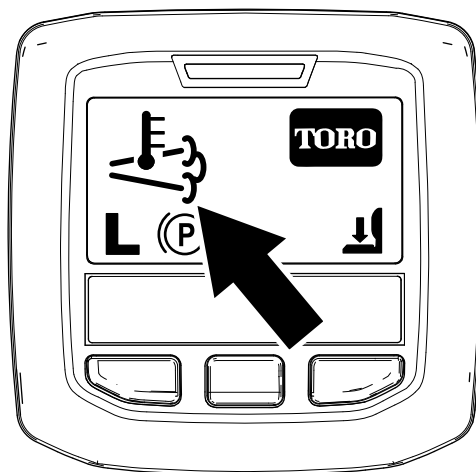

Figura 45
- O ícone da temperatura de escape elevada surge no InfoCenter (Figura 45).